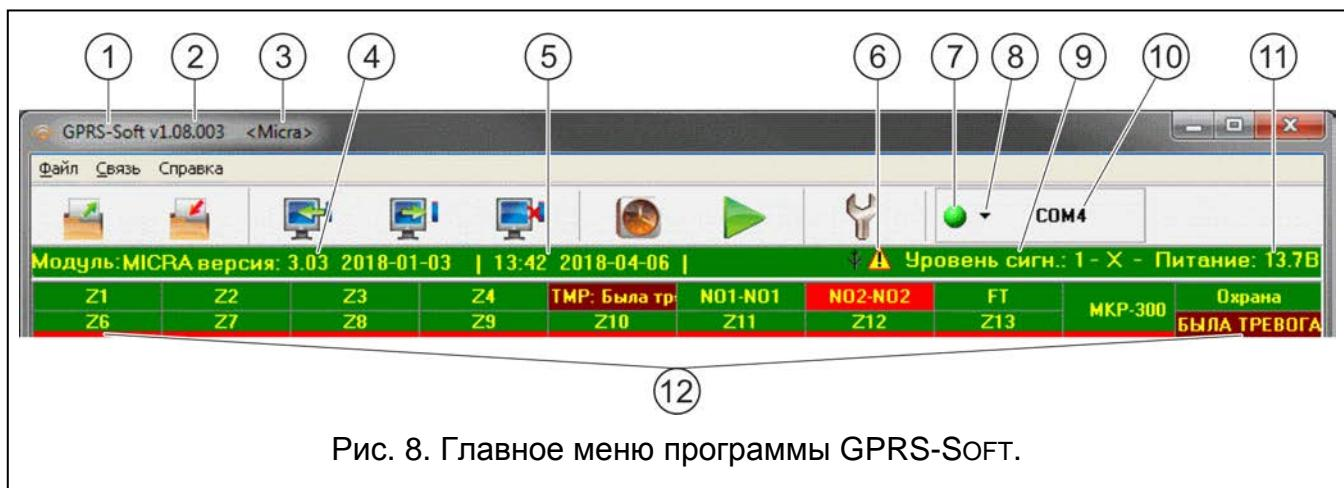

Рис. 8. Главное меню программы GPRS-SOFT.
Порт RS-232 (TTL) модуля необходимо подключить к USB-порту компьютера. Для выполнения соединения следует использовать преобразователь USB-RS компании SATEL. В программе GPRS-SOFT следует указать номер COM-порта компьютера, предназначенного для связи с модулем. С этой целью следует кликнуть указателем мыши по кнопке «Конфигурация» (см.: рис. 8 и пояснения к рисунку) и в окне, которое отобразится, выбрать соответствующий порт COM компьютера. Программа соединяется с модулем после включения выбранного COM-порта.
2. Кликнуть указателем мыши по кнопке «Конфигурация» (см.: рис. 8, пояснения к рисунку). В открывшемся окне, впишите номер TCP-порта, выбранного для связи с модулем. Этот номер будет находиться в SMS-сообщении, отправленном на номер GSM-телефона модуля, с целью установления связи.
3. Кликнуть указателем мыши по кнопке ▾ (см. рис. 8). В открывшемся меню выберите вкладку «TCP/IP». Сервер будет активирован.